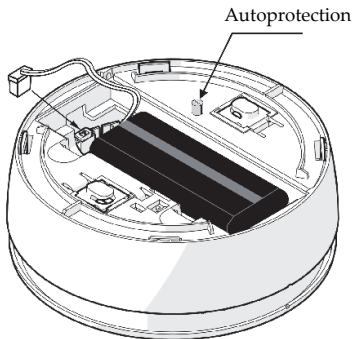

Figure 4
4. Ouvrez le couvercle du compartiment à piles et raccordez le câble de la batterie au connecteur de batterie (*reportez-vous à la Figure 4*).